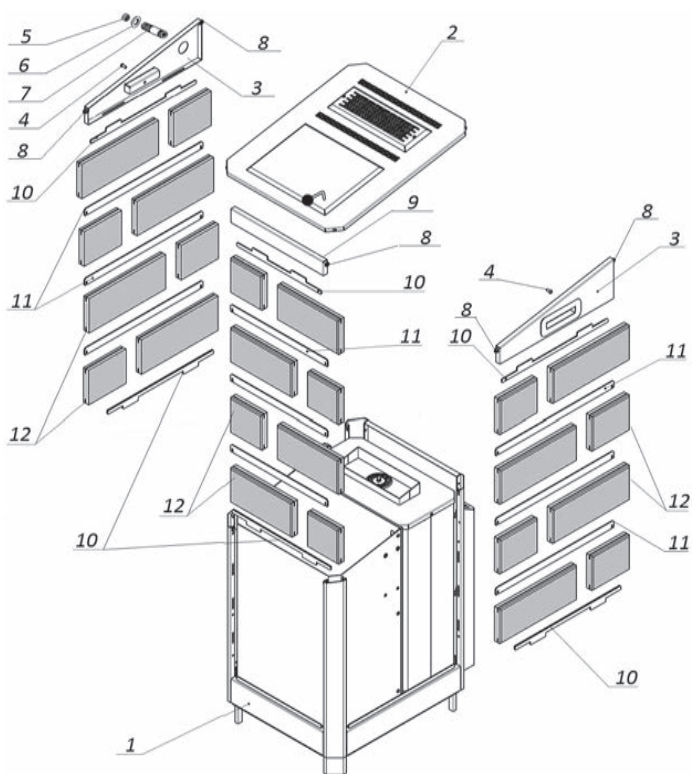
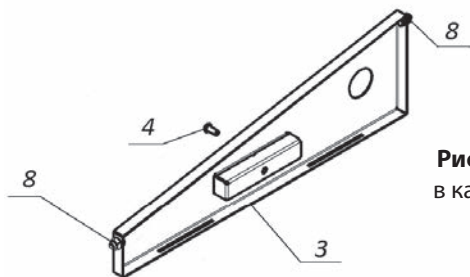

Рис. 9 Схема сборки каменной облицовки Паротермальной электрической печи «ПАРИЖАР-6,25 кВт». Облицовка печей другой мощности собирается по аналогии
Рис. 10 Боковая стенка корпуса ЭНУ
2.1.3.1 Внимание! Прежде чем устанавливать каменную облицовку необходимо подключить электрическую печь к электрической и водопроводной сетям выполнив пункты 2.1.1 и 2.1.2 данного Руководства. Установить печь на место её эксплуатации. Схема сборки каменной облицовки представлена на рис. 9.
2.1.3.2 Распаковать и рассортировать по длинам каменные плитки (поз. 12, рис. 9) и металлические вставки (поз. 10 и 11, рис. 9) на переднюю и боковые стенки ЭНУ.
2.1.3.3 Снять верхнюю крышку (поз. 2, рис. 9). Для этого открутить 4 самонарезных винта на угловых торцах крышки. Отвернуть пробку (поз. 5, рис. 9) и декоративную гайку (поз. 6, рис. 9), после этого выкрутить шуцер отбора пара (поз. 7, рис. 9). Выкрутить из боковых ручек винты (поз. 4, рис. 9, рис. 10). Во внутренней полости уголков корпуса ЭНУ ослабить гайки крепления (поз. 8, рис. 9, рис. 10) передней (поз. 9, рис. 9) и боковых (поз. 3, рис. 9, рис. 10) стенок. Потянув вверх снять боковые и переднюю стенки.
2.1.3.4 Установить металлические вставки с выступами (поз. 10, рис. 9) на панели основания (поз. 1, рис. 9) совместив выступающие части планок с вырезами в панелях. Установить каменные плитки (поз. 12, рис. 9) первого ряда со всех трёх сторон, надев плитку прорезью на вставку (поз. 10, рис. 9). В прорези установленных плиток вложить металлические вставки (поз. 11, рис. 9) и установить второй ряд плиток. Следующие ряды каменных плиток устанавливаются аналогично. После установки последнего (верхнего) ряда плиток в их прорези укладываются металлические вставки с выступами (поз. 10, рис. 9). Схемы установки декоративных, каменных плит показаны на рисунке 11.
2.1.3.5 Установить боковые (поз. 3, рис. 9, рис. 10) и переднюю (поз. 9, рис. 9) стенку совместив выступы металлических вставок (поз. 10, рис. 9) с прорезями в нижних гранях стенок. Затянуть гайки крепления (поз. 8, рис. 9, рис. 10). Завернуть винты (поз. 4, рис. 9, рис. 10) в ручки боковых стенок.
2.1.3.6 Используя ленту Фум ввернуть в парогенератор штуцер отбора пара (поз. 7, рис. 9). На штуцер установить декоративную гайку (поз. 6, рис. 9), после этого навернуть пробку (поз. 5, рис. 9).
2.1.3.7 Установить и закрепить саморезами верхнюю крышку (поз. 2, рис. 9).